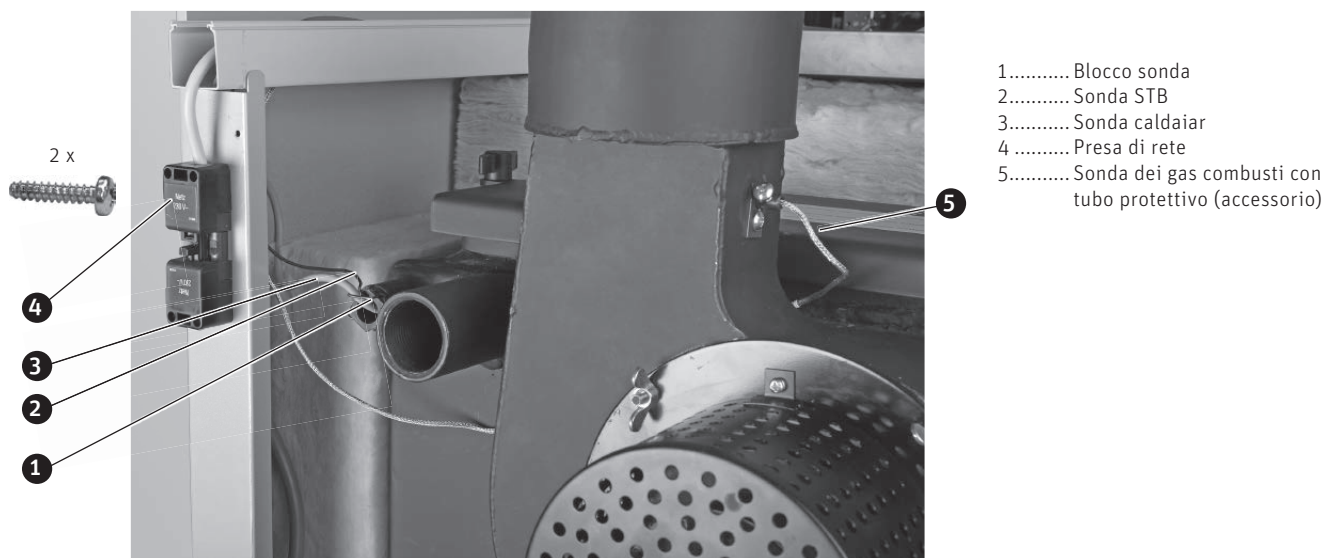

Fig. 73 Caldaia a gassificazione di legna – retro
- ▶ Avvitare saldamente la presa di rete dietro alla parete laterale con 2 viti per lamiera 2,9x16, Fig. 73.
- ▶ Inserire la sonda della caldaia e la sonda del limitatore della temperatura di sicurezza (STB) nella guaina a immersione per quanto possibile e fissarle con il blocco sonda affinché non scivolino, Fig. 73.
- ▶ Montare la sonda dei gas combustibili con tubo protettivo (accessorio) nel bocchettone dei gas combustibili seguendo le istruzioni di montaggio allegate – Fig. 73.